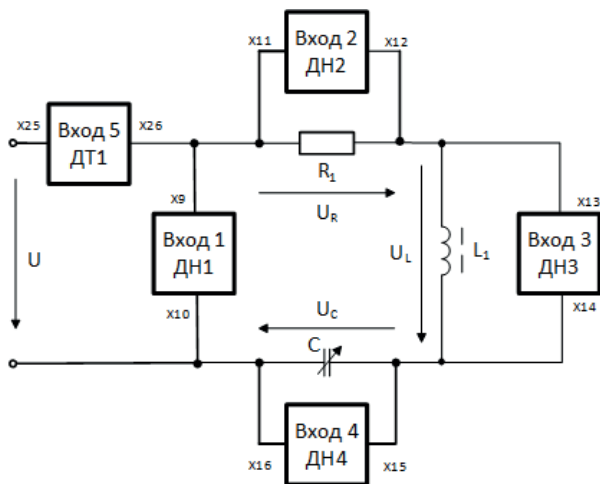

Рис.4
3.2. Собрать электрическую цепь с последовательным соединением элементов, установив минимодули резистора, батареи конденсаторов и дросселя  $L_1$ , используемого в качестве индуктивного потребителя  $Z_L$  (рис. 4).